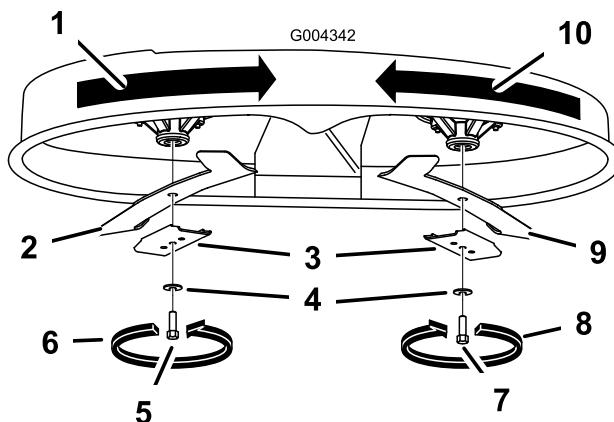

Figura 49
Tenete l'estremità della lama con un cencio o un guanto bene imbottito. Togliete il bullone, la rondella curva, il rinforzo della lama e quest'ultima dall'asse del fusello (Figura 49).
- Montate la lama sull'asse del fusello (Figura 49).
- Montate il rinforzo della lama, la rondella curva (lato concavo verso la lama) ed il bullone della lama (Figura 49).